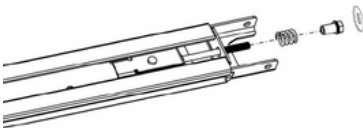

Figure 9
- Como se muestra en la **Fig.9** suelte la tuerca y el muelle